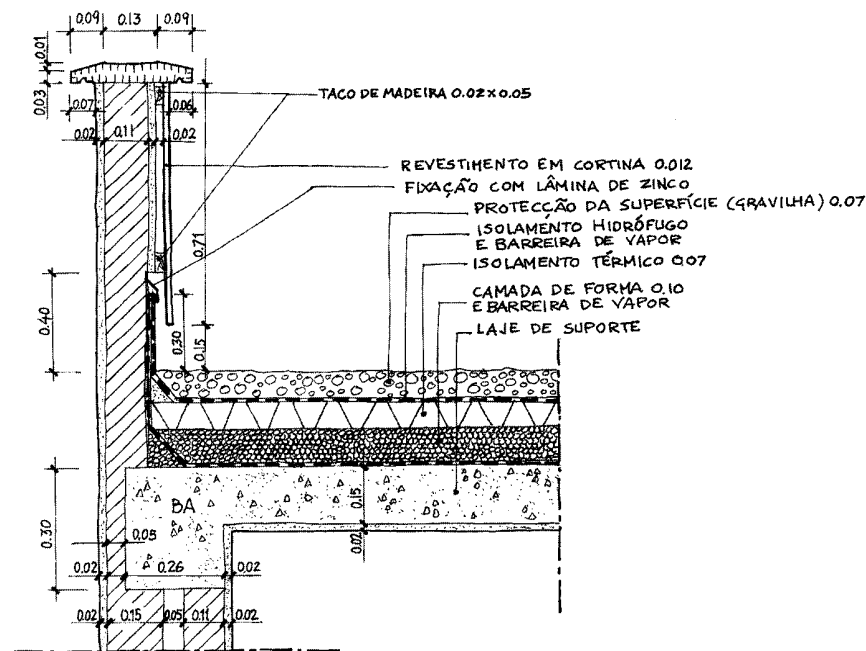

Figura 2
A **figura 2** representa, em esboço, um pormenor de ligação de um muro de guarda com uma cobertura em terraço.
1. Desenhe, com rigor, à escala **1:10**, o corte do pormenor construtivo representado na **figura 2**. Identifique, simbolicamente, os materiais, em conformidade com as indicações dadas na figura. Cote o desenho, respeitando o estabelecido nas Normas Portuguesas de Desenho Técnico.